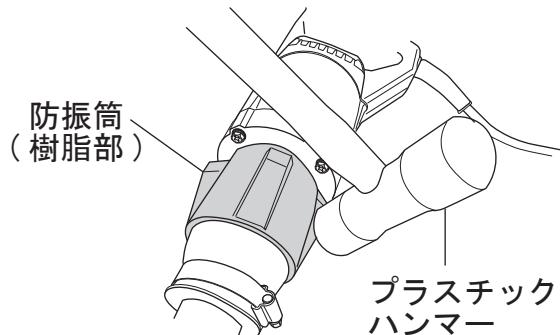

図3
1. 防振筒の樹脂部をプラスチックハンマーでたたき防振筒および振動筒ケースを外す。(防振筒のネジは左ネジです。)(図3)
3. 防振筒をねじ込み、防振筒の樹脂部をプラスチックハンマーでたたき振動筒を固定する。(防振筒のネジは左ネジです。)(図3)